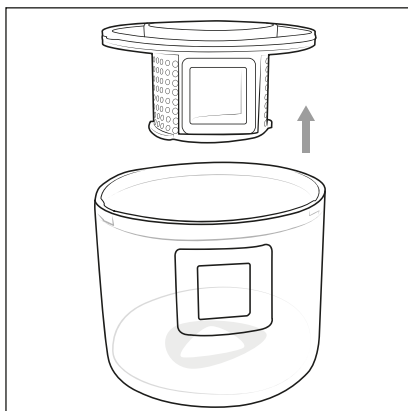

Fig. 6
- 3) Agarre el filtro de polvo **6** por el orificio y tire de este hacia fuera para extraerlo del depósito de polvo **4** (fig. 6).